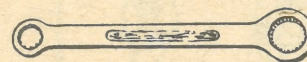

Fig. 3 — Chave de boca canelada
8. Além da chave de boca fixa, empregam-se ainda muito as chaves de boca canelada, fechada (fig. 3).